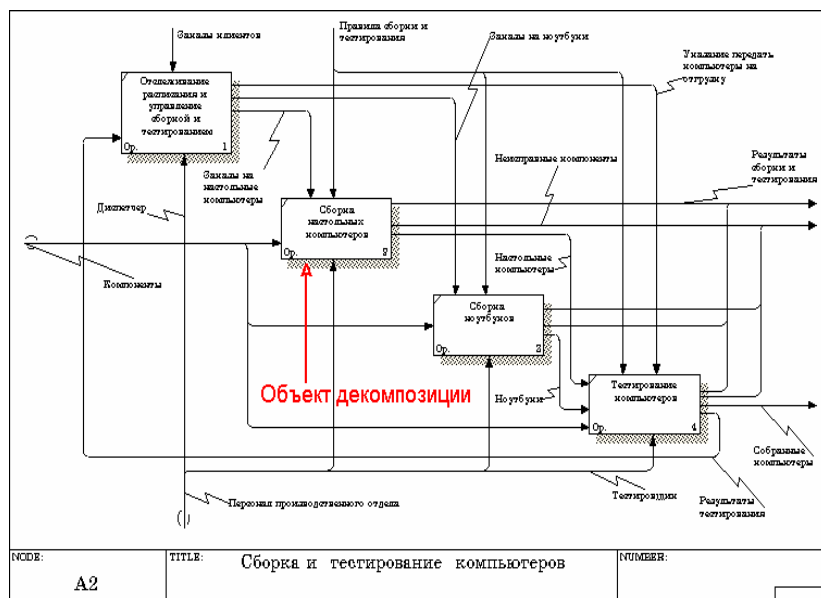

Рис. 98. Диаграмма A2 с объектом декомпозиции
1. Перейдите на диаграмму A2 и декомпозируйте работу "Сборка настольных компьютеров" (рис. 98).